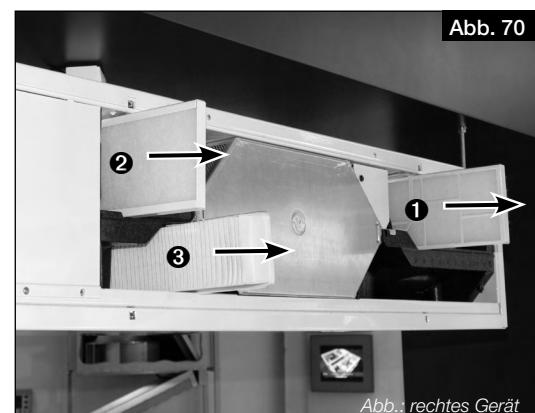

Abb. 70
- Außenluftfilter ① nach vorne herausziehen und wechseln (s. Abb. 70).
- Abluftfilter ② (inkl. Rahmen) nach vorne herausziehen und wechseln (s. Abb. 70).
- Optional: Fein-/Pollenfilter (ePM1 50 %) ③ inkl. Rahmen nach vorne herausziehen und wechseln (s. Abb. 70).
① Über die Software **easyControls 3.0** oder **KWL-BE Touch** quittieren.